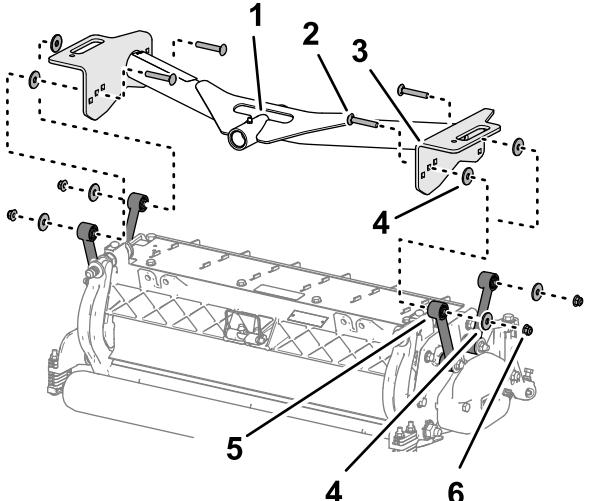

Figura 17
1. Alinee los taladros de las placas del bastidor de tiro delantero con los taladros de las placas de montaje de la unidad de corte (Figura 17).
2. Alinee una arandela entre la placa de tiro y el tirante (Figura 17), y Monte provisionalmente las placas y el espaciador con un perno de cuello cuadrado (3/8" x 2 1/4"), una arandela y una contratuerca con arandela prensada (3/8").